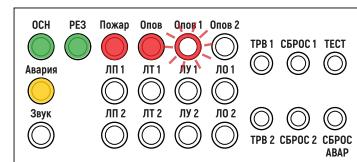

Рис. 83. Пример индикации при отсутствии в памяти двухзонального БРО сообщения для персонала или тревожного сообщения для зоны 1
- в двухзональном БРО индикатор «ОПОВЕЩ» загорится ровным свечением. В мигающем режиме включается индикатор зоны с отсутствующим сообщением, «ОПОВЕЩ 1» и/или «ОПОВЕЩ 2» (рис. 83).